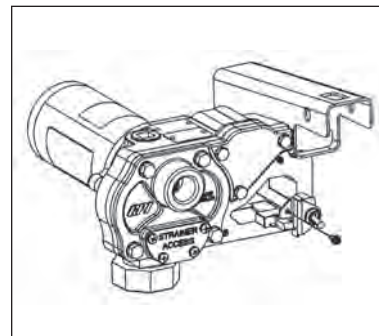

Figura 13
- Remova o parafuso torx e remova o conjunto do interruptor. (Figura 13)